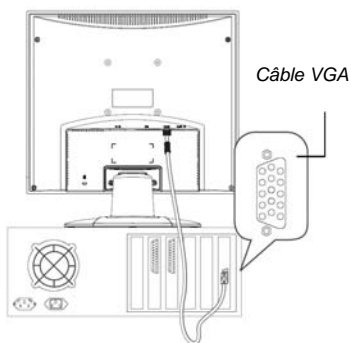

Figure 2a. Connection du moniteur à votre PC via câble VGA
2. Connecter le câble VGA (15 broches) au moniteur et au PC (voir fig. 2a)